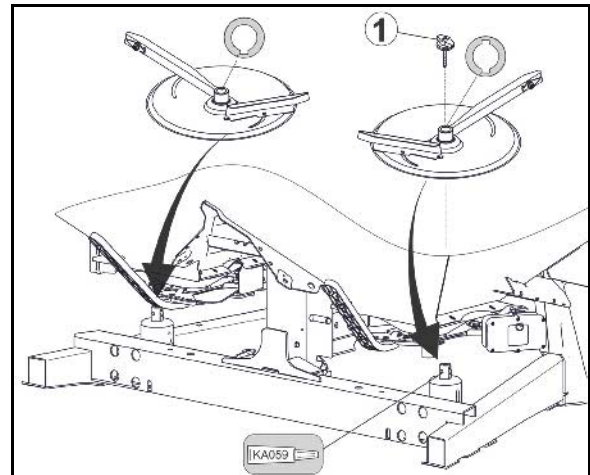

Fig. 68
1. Flügelmutter (Fig. 68/1) entfernen.